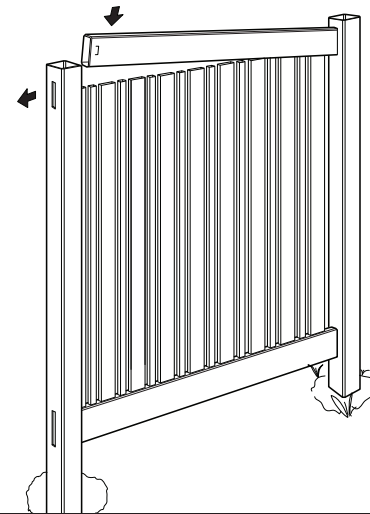

fig. 7
ÉTAPE 5 – Une fois que tous les piquets ont été insérés, placez la traverse supérieure côté canal dans le trou du premier poteau. Travaillant d'un bout à l'autre, glissez la traverse au-dessus des piquets. Il peut être nécessaire de décaler légèrement le deuxième poteau jusqu'à ce que le rail s'insère dans le trou central (fig. 7).